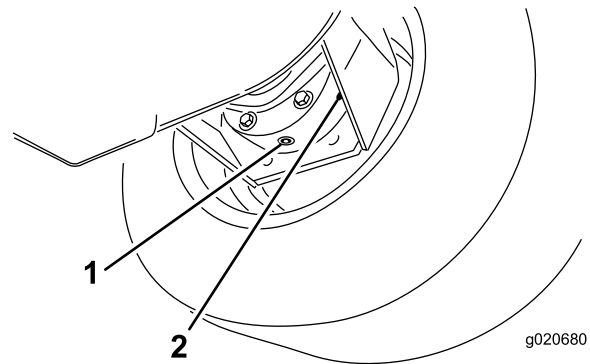

Figura 94
3. Coloque un recipiente debajo del alojamiento del freno, retire el tapón y deje que se drene el aceite (Figura 94).